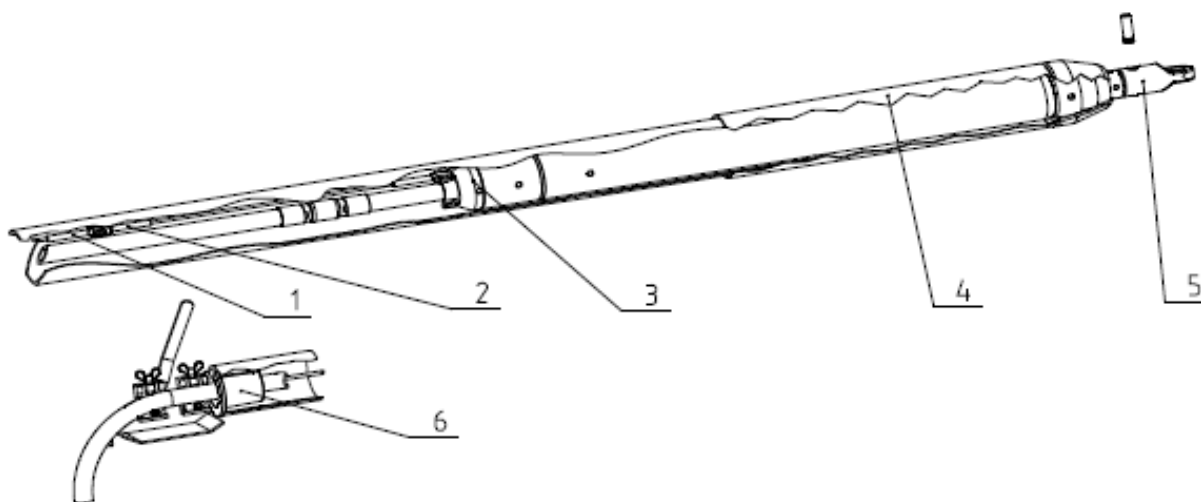

Figura 9.13.1
Pentru a instala tevilor cu diametrul de \varnothing 160mm (Figura 9.13.1), este necesar urmatorul echipament: expandor **PO 160, PO 180** (4), capat de remorcare (5), troliu (se achizitioneaza separat!), cablu de tragere (1), racheta MAX cu instrument de remorcare (3), cablu de conectare (2), intinzator (6) cu manson cu diametrul de \varnothing 160÷ \varnothing 180 in functie de teava care trebuie instalata.